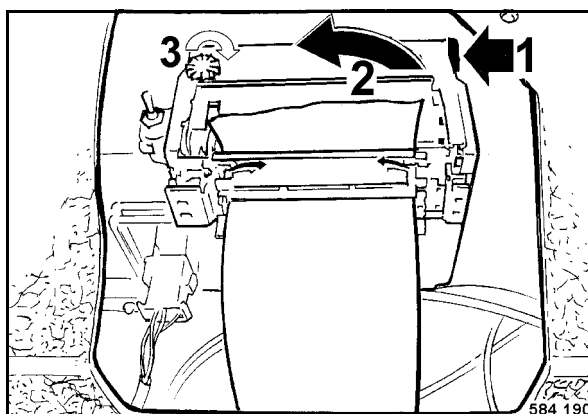

fig. 88
- Relever la languette au point 1 (fig. 88) et extraire le ruban encreur (2) de l'imprimante.
- Installer un ruban encreur neuf dans le guide de l'imprimante, d'abord à gauche, puis enfoncer à la languette (1).
- Tourner le bouton (3) dans le sens de la flèche pour tendre le ruban.